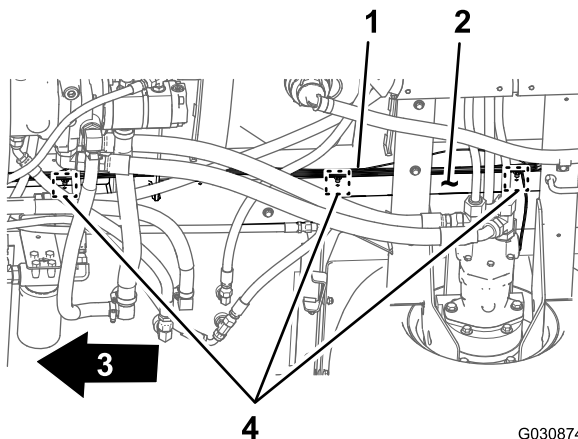

Figura 85
3. Enrute las ramas de 180 cm, 108 cm y 127 cm del arnés eléctrico hacia adelante por el tubo derecho del bastidor (Figura 85).
4. Introduzca las grapas de la rama de 127 cm del arnés de cables trasero en los orificios del tubo derecho del bastidor (Figura 85) de donde retiró las grapas del arnés trasero antiguo; consulte el paso 3 de Desconexión de los arneses de cables delantero y trasero (página 27).